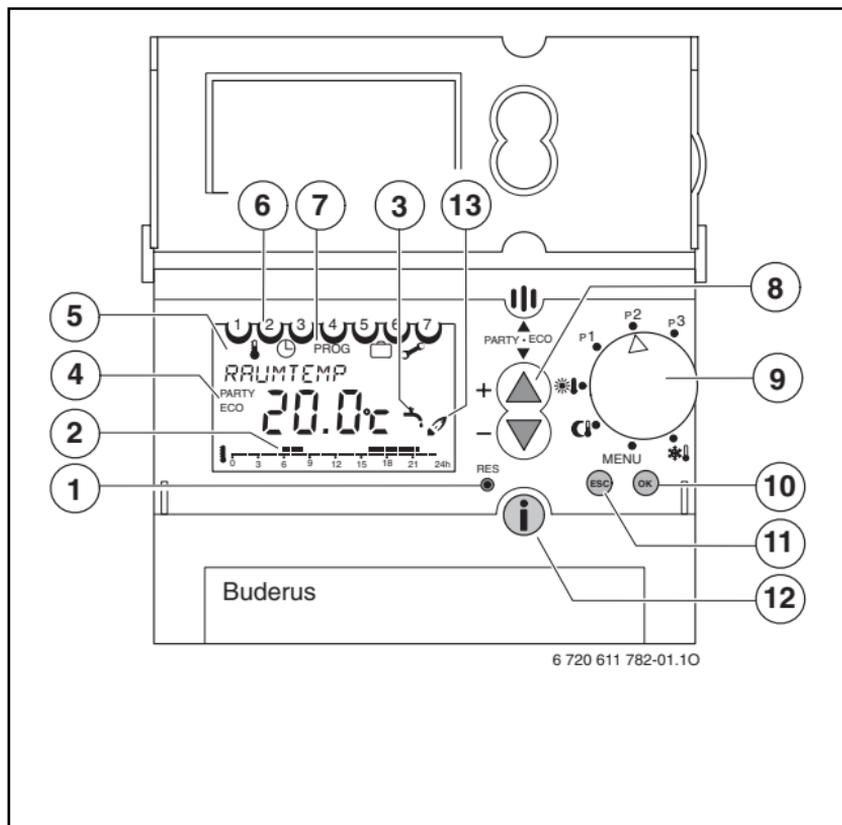

Fig. 9 Schema degli elementi di comando
- ▶ Posizionare il selettore impostazioni su **MENU** (vedi Fig. 9).
- ▶ Premere il tasto (OK) .
- ▶ Premere il tasto (OK) per **PARZIALE** , se prima della cancellazione si desidera richiedere le singole fasce di programmazione. Premere due volte il tasto (OK) per cancellare la fascia di programmazione desiderata.